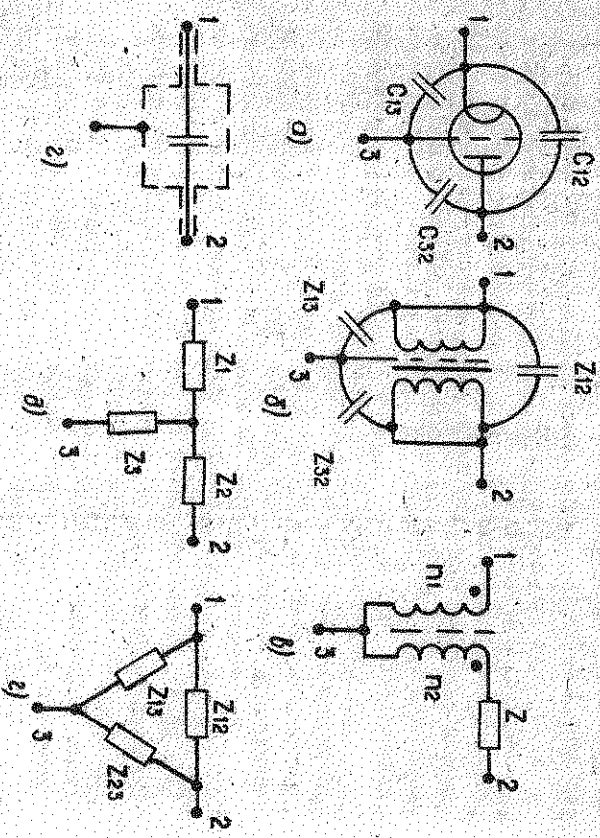

Рис. 9.2. Примеры преобразимых объектов:
9.2.3. При измерении трехзначных объектов (рис. 9.2) тре-